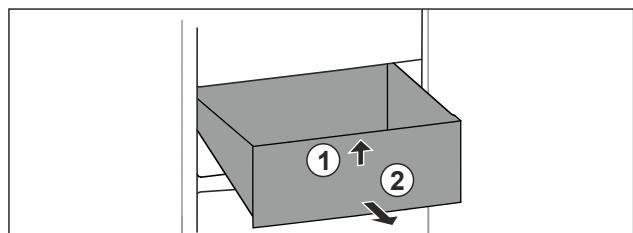

Fig. 75
- ▶ Nadzvedněte zásuvku vpředu. Fig. 75 (1)
- ▶ Vyjměte zásuvku dopředu. Fig. 75 (2)